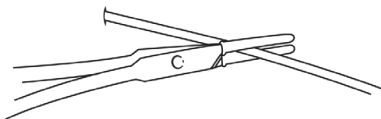

Fig. 1
1. Prepare a área. Firmemente fixe o cateter junto à sua entrada na pele com um fórceps de borracha. (Fig. 1)